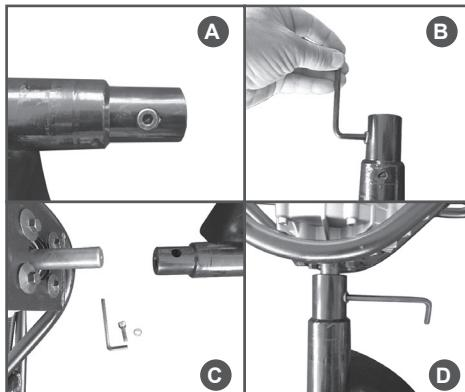

Рис. 3 Установка шнека
2. Снимите крепеж шнека (Рис. 3). Отсоедините двигатель от шнека и уберите его в сторону. Двигатель должен опираться на грунт рамой с рукоятками и валом отбора мощности (Рис. 4B).